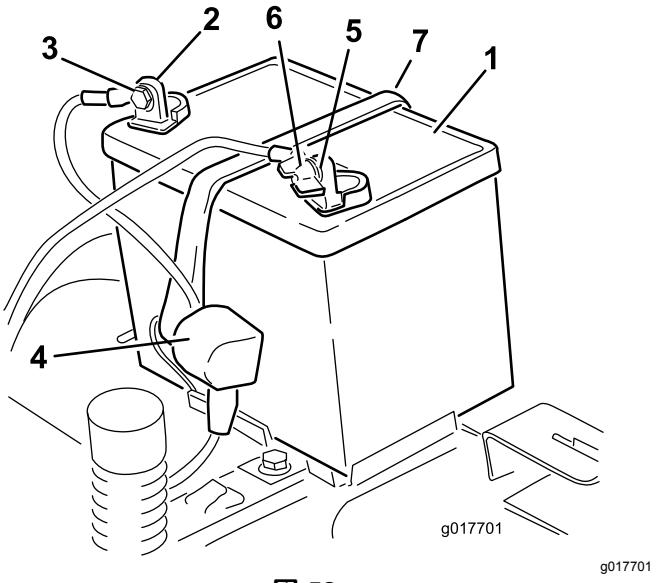

図 52
図 52。
6. バッテリー端子からプラスケーブル赤を外す図 52。
7. バッテリー押さえ図 52を外して、バッテリートレイからバッテリーを取り出す。
1. バッテリーをトレイに載せる図 52。
5. バッテリー押さえを使ってバッテリーを固定する図 52。